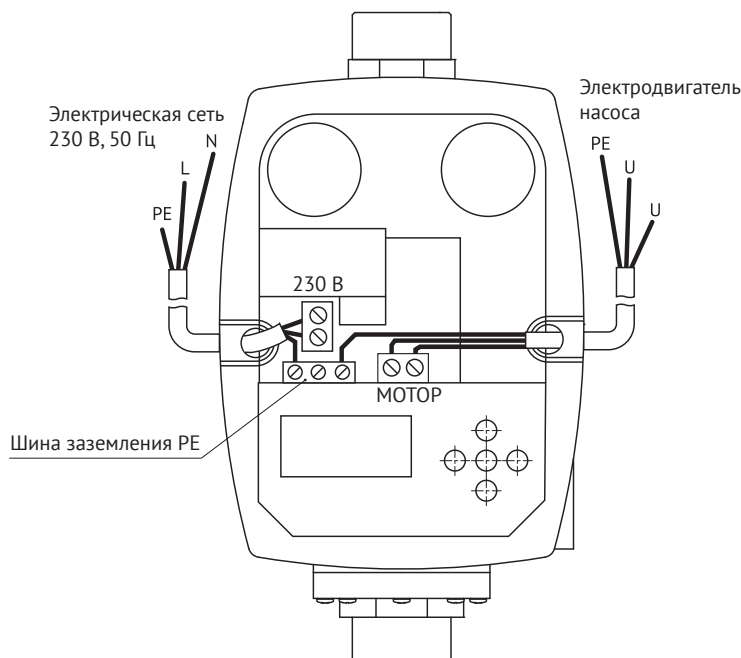

Рис.5. Электрическая схема подключения
- 2 Подключите фазную (L) и нулевую (N) жилы сетевого кабеля с вилкой к клеммной колодке «230 В» частотного преобразователя (см. рис. 5). Заземляющую жилу (PE) подключите к шине заземления.
- 5 Подключите фазную (L) и нулевую (N) жилы кабеля насоса к клеммной колодке «МОТОР» (см. рис. 5). Заземляющую жилу (PE) подключите к шине заземления.
Неправильное электрическое подключение	Проверьте, что порядок подключения жил кабелей соответствует схеме на рис. 5. Если на клеммы МОТОР подавалось сетевое напряжение, обратитесь в Сервисный центр